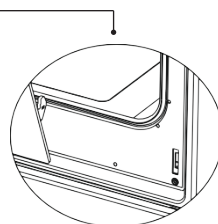

Figure 2.2
6. Pour retirer facilement la porte du four, lorsqu'elle est presque fermée, tenez la porte à l'aide de vos deux mains et tirez la vers le haut (figure 2.2).